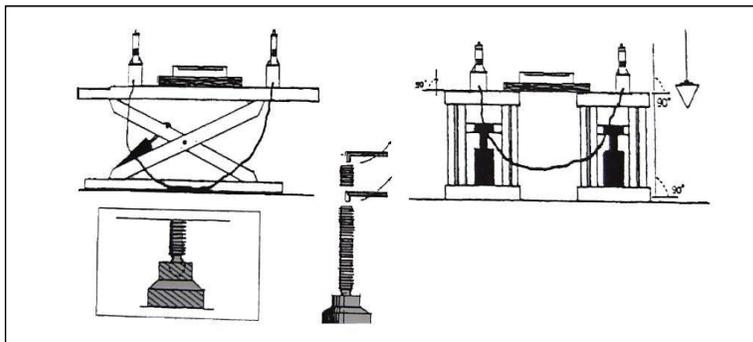

图 6
- 用透明水平管或水平仪检查左右平台平面前后左右水平（图 6）